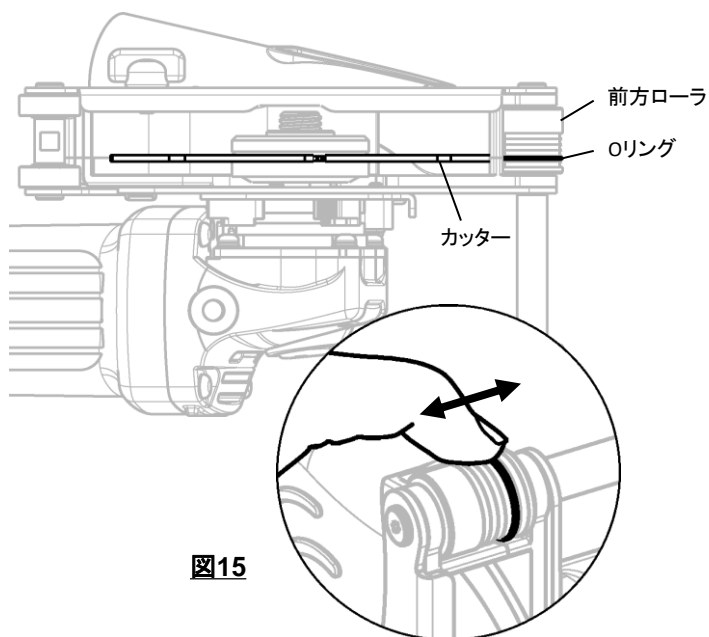

図15
11. [a]本体前方ローラ上のOリングをカッターの進行方向位置に合わせれば、切断位置の目安になります。(図15)